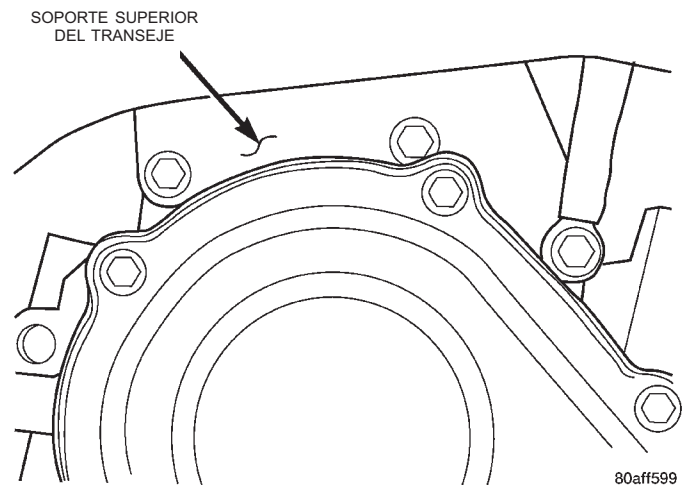

Fig. 57 Pernos del soporte izquierdo
(13) Retire el resto de pernos del soporte superior izquierdo (Fig. 57).